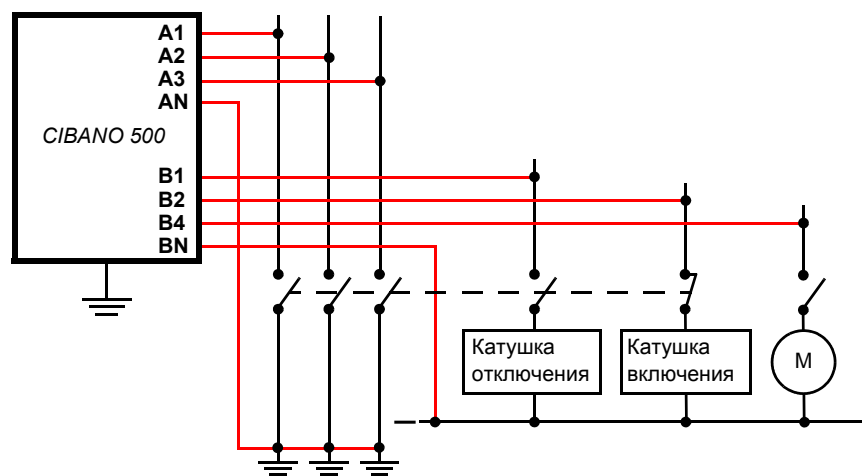

Рис. 17-7: Подключение CIBANO 500 к силовому выключателю для измерения времени срабатывания
- ▶ Подключите установку CIBANO 500 к силовому выключателю, как показано на Рис. 17-7: «Подключение CIBANO 500 к силовому выключателю для измерения времени срабатывания».